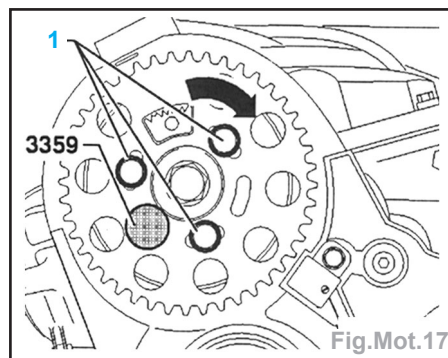

Fig.Mot.17
- Desserrer les vis de fixation (1) du pignon d'ACT jusqu'à ce qu'il soit possible de tourner le pignon dans les trous oblongs.
- Tourner le pignon d'ACT dans le sens de la flèche jusqu'en butée (Fig.Mot.17).